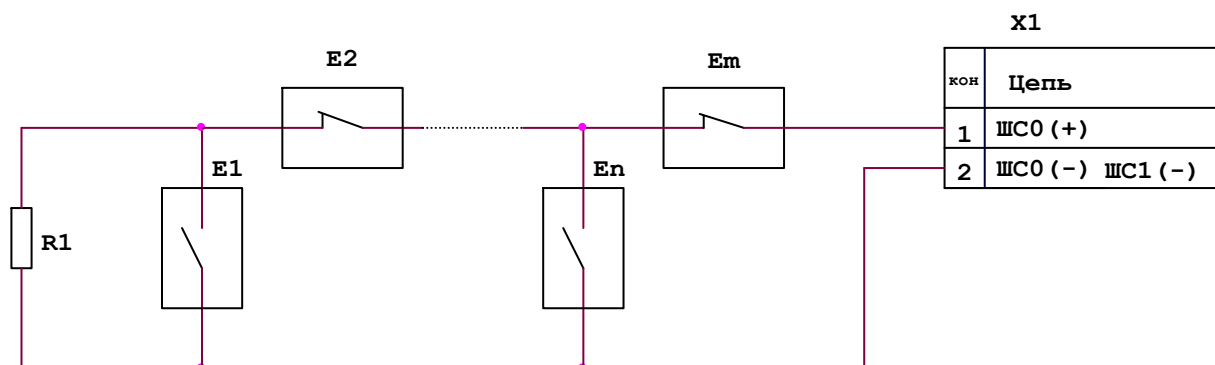

Рис.2 Схема подключения извещателей к ШС0.
- 7.5 К клеммам "ШС0" - "ШС15" колодки X1 подключаются охранные извещатели. Подключение охранных извещателей к ШС0 показано на рис.2. К неиспользуемым шлейфам сигнализации следует подключить резистор $5,6 \text{ кОм} \pm 5 \%$ С2-33Н-0,25.